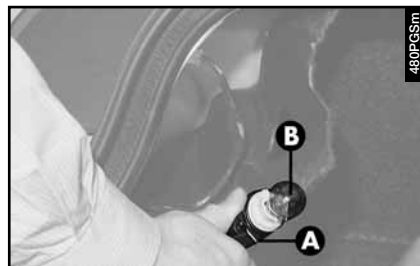

fig. 59
## LUCES DE DIRECCIÓN Y DE POSICIÓN/STOP (fig. 59)
- Extraer el portalámparas (**B-fig. 59**) haciéndolo girar hacia la izquierda.